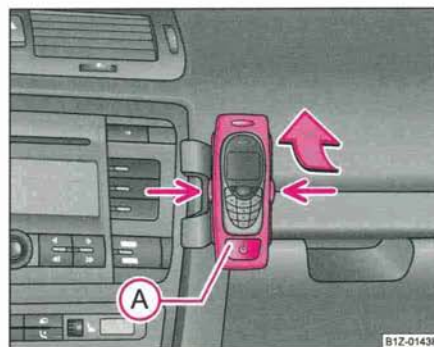

Fig. 146 Pré-équipement téléphonique universel pour le téléphone
- Poussez d'abord l'adaptateur (A) dans le sens de la flèche ⇒ fig. 146 jusqu'à la butée dans le porte-téléphone. Faites légèrement descendre l'adaptateur afin qu'il se bloque.
- Installez le téléphone dans l'adaptateur (A) (conformément aux instructions du fabricant). ▶
- Appuyez simultanément sur les verrouillages latéraux du porte-téléphone et sortez celui-ci et l'adaptateur ⇒ page 167, fig. 146.